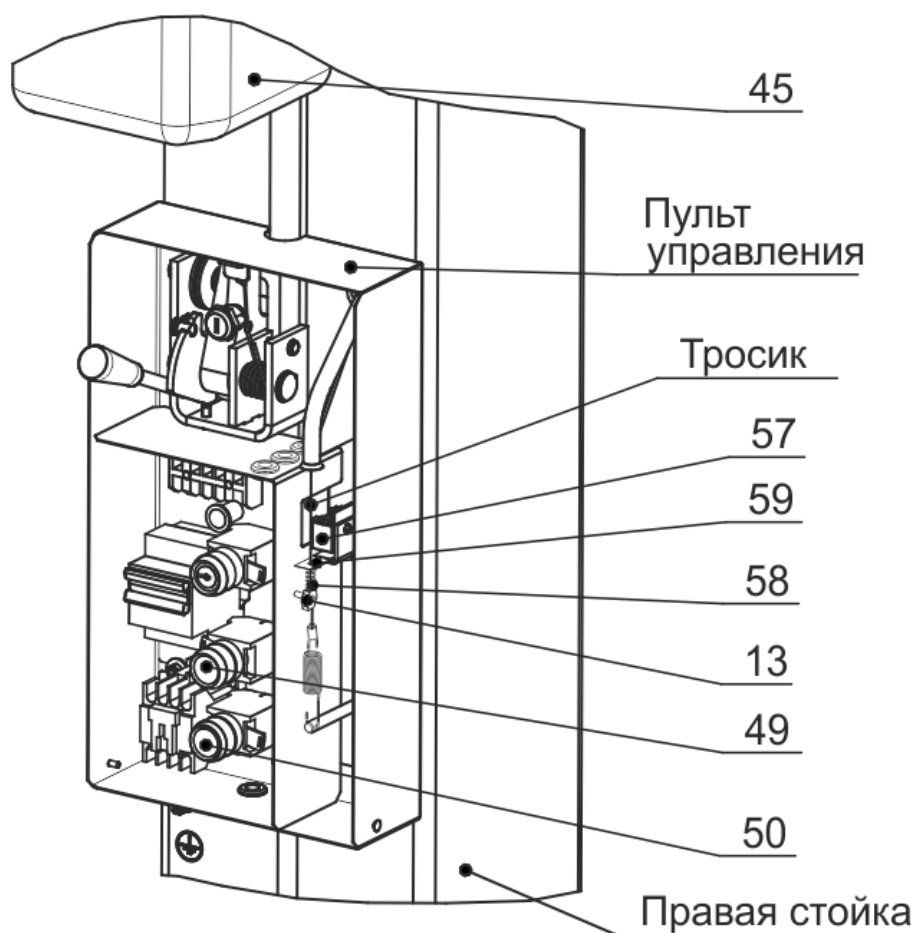

Рисунок 6.6 – Система автоматического отключения насосной станции при достижении каретки крайнего верхнего положения
6.12.1 Система автоматического отключения привода насосной станции 45 при достижении нижней части каретки 63 крайнего верхнего положения (± 1745 мм от основания стойки) установлена и отрегулирована на предприятии-изготовителе (рисунок 6.6).